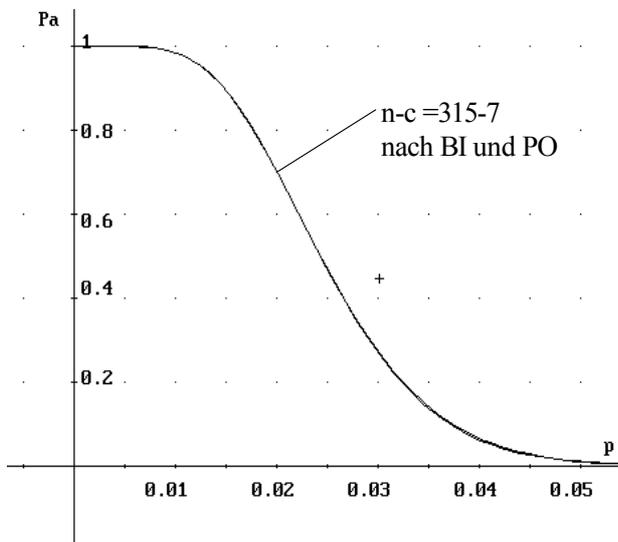
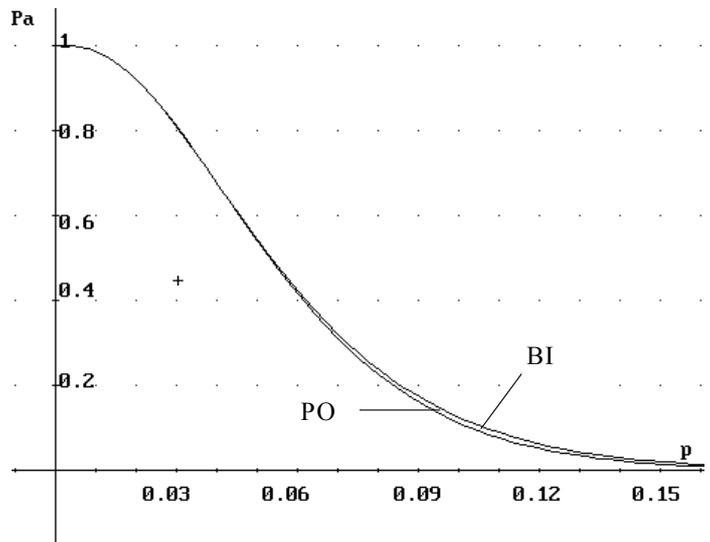
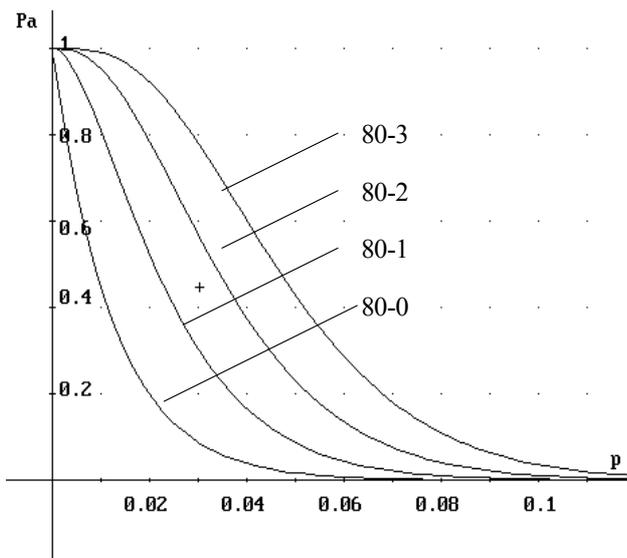
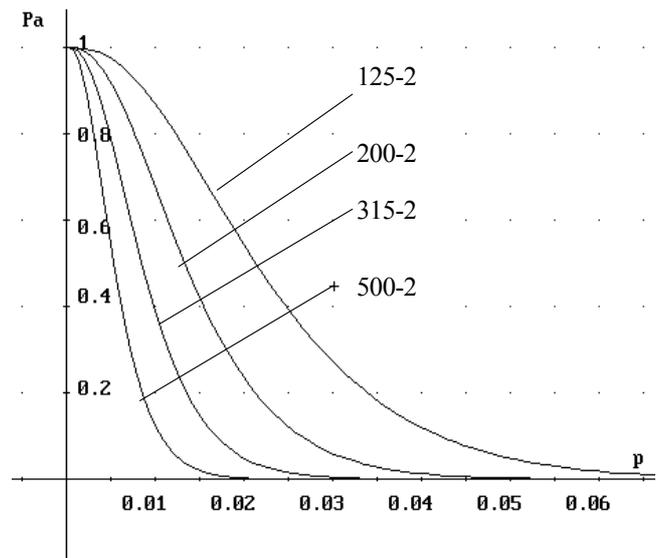

Abb.1: OC der Anweisung 315-7
Abb.2 : OC der Anweisung 50-2
Abb.3 : Vergleich verschiedener OC's :
Abb.4 : Vergleich verschiedener OC's :
**Interpretation von Abb.1 - Abb.4 :**
- Je größer n und je kleiner p, desto besser wird die Binomialverteilung durch die Poissonverteilung approximiert. In Abb.1 liegen die beiden Kurven direkt übereinander, in Abb.2 ist erst für größeres p ein optischer Unterschied wahrnehmbar.
- Je kleiner die Annahmezahl c (bei gleichbleibendem Stichprobenumfang n) ist, desto steiler verläuft die OC, was wiederum bedeutet, daß die *Trennschärfe* der Stichprobenanweisung größer wird (Abb. 3). Analog gilt dies selbstverständlich für größer werdendes n bei gleichbleibendem c (Abb. 4).